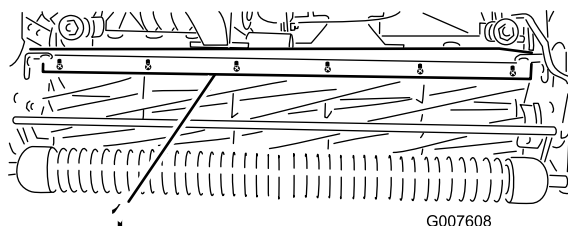

Figura 52
1. Desaperte os parafusos que fixam a barra superior (Figura 52) à unidade de corte.